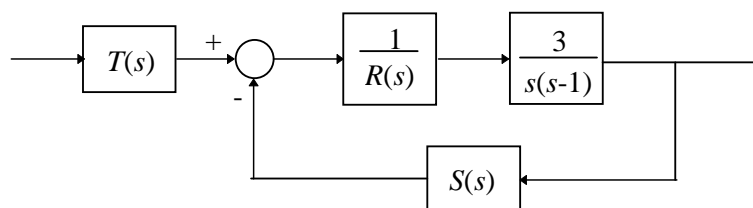

Figura 15
**Ejercicio 6. 2. Controlador con dos grados de libertad (2 DOF). Ajuste independiente de seguimiento y robustez mediante el procesamiento independiente de  $y(t)$  y  $r(t)$ .** Dado el servosistema de la Figura 15 se trata de conseguir que sus características de transmisión (seguimiento) correspondan a las del modelo  $M_m(s) = \frac{2.44}{s^2 + 2.4s + 2.44}$  elegido de forma que presente poco rebalse ( $\approx 3\%$ ) y un  $t_r \approx 2.5s$ . Y, por otra parte, que se puedan modificar las características de sensibilidad (lazo) sin modificar por ello la respuesta del servo.